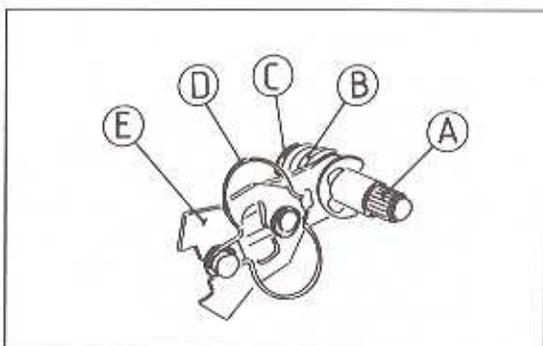

Bild 189
- Den Schaltmechanismus zerlegen (Bild 189).